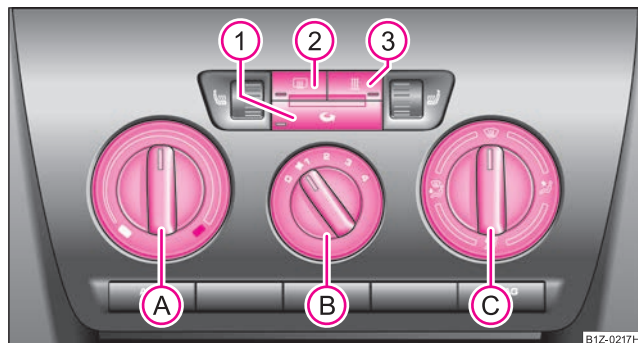
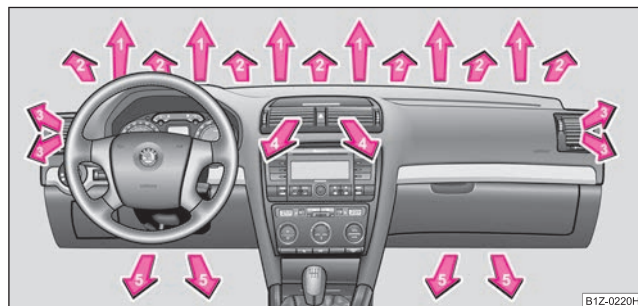
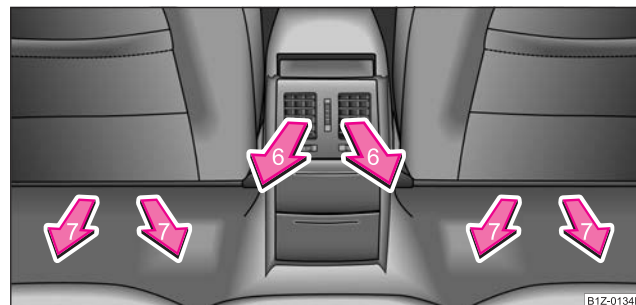

Fig. 119 Încălzirea: Elementele de comandă
Fig. 120 Gurile de ventilație din față
Fig. 121 Gurile de ventilație din spate
- Rotiți regulatorul rotativ (A) ⇒ fig. 119 spre dreapta pentru a mări temperatura.
- Rotiți regulatorul rotativ (A) spre stânga pentru a reduce temperatura.
- Regulatorul rotativ (A) ⇒ pagina 99, fig. 119 spre dreapta până la limită
- Comutatorul (B) în poziția 3
- Regulatorul distribuției aerului (C) în poziția
- Gurile de ventilație 3 ⇒ pagina 101, fig. 120 deschise și îndreptate spre geamurile laterale.
- Regulatorul rotativ (A) ⇒ pagina 99, fig. 119 spre stânga până la limită
- Comutatorul (B) în poziția dorită
- Gurile de ventilație 3 și 4 ⇒ pagina 101, fig. 120 deschise
- Apăsați tasta  - lampa de control din tastă ⇒ pagina 99, fig. 119 se aprinde.
Când regulatorul  se află în poziția  ⇒ pagina 99, fig. 119, recircularea aerului este oprită automat. Prin apăsarea repetată a tastei  puteți porni recircularea aerului și în această poziție.
Admisia aerului prin fiecare gură de ventilație se reglează de la regulatorul  ⇒ pagina 99, fig. 119. Gurile de ventilație 3, 4 ⇒ fig. 120 și 6 ⇒ fig. 121 se pot deschide și închide separat.
Prin gurile de ventilație deschise este admis aer încălzit sau rece, în funcție de poziția regulatorului  ⇒ pagina 99, fig. 119 și de condițiile climatice.